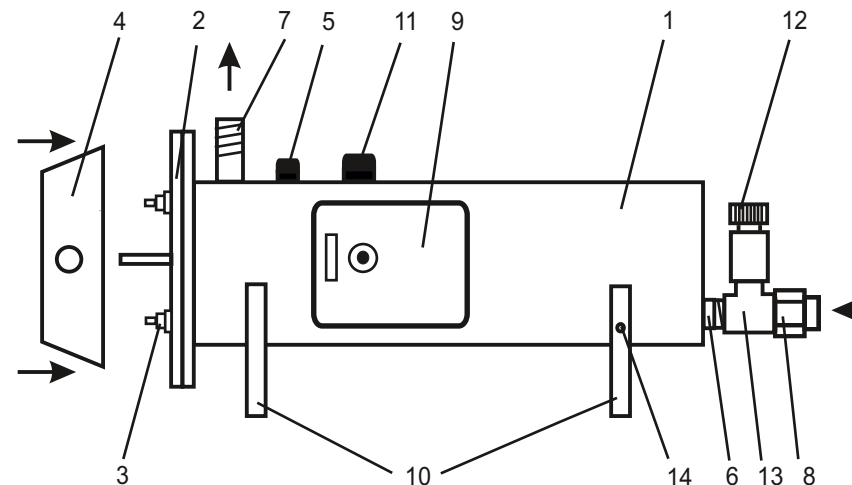

Рисунок 1.
4.1 Водонагреватели ЭПВН-7,5; -9,45; -12; -15; -18; -24; -30 (рис.1) состоят из следующих основных частей: корпуса (1) с входным (6) и выходным (7) патрубками G $\frac{1}{2}$ ; секции, состоящей из крышки (2), с одним (ЭПВН 7,5) или тремя (ЭПВН-9,45;-12;-15;-18;-24;-30-1) трубчатыми электронагревателями (ТЭН) (3) из нержавеющей стали; датчика терморегулятора (5); аварийного термовыключателя (11). Выводы ТЭНов закрыты защитным кожухом (4)